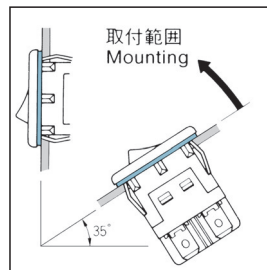

Fig.1.
- (1)水滴のかかる可能性のある場所で使用する場合は、水平面より35°以上傾けて取付けてください。(Fig.1.参照)
- (1)When the switch is used in a place where it may be exposed to water splash, mount the switch at a tilt of at least 35 degrees from the horizontal surface. (See Fig. 1.)